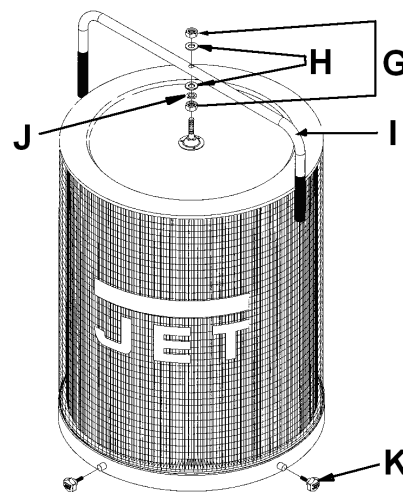

Fig 11
Montieren Sie den Griff (I, Fig 11) mit 2 Muttern (G), Scheiben (H) und einer Federscheibe (J).
Zum Reinigen der Filterpatrone der DC-1900CK drehen Sie den Griff (I, Fig 11) einige Umdrehungen damit der anhaftende Staub in den Spänesack fällt.